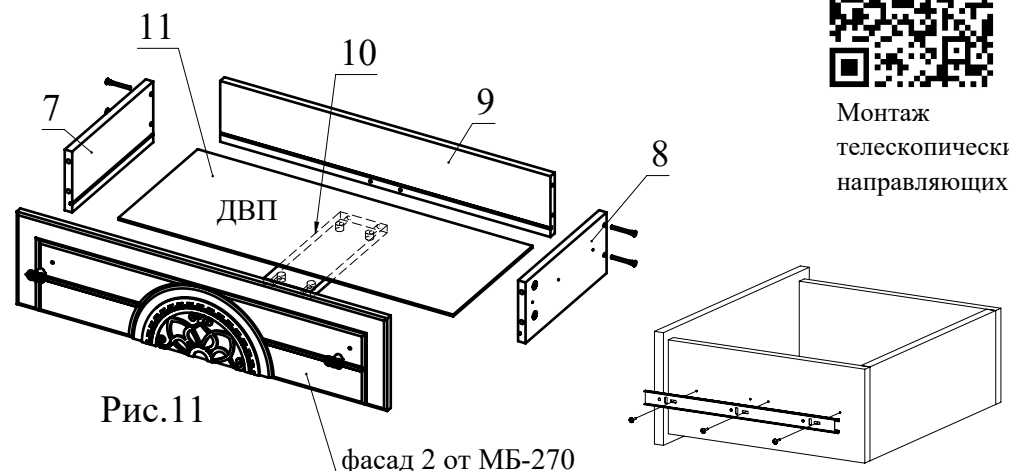
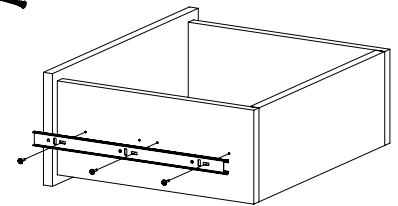

Рис.11
Рис.12
10. Соберите ящик. Для этого соедините детали 7 и 8 с деталью 9 при помощи конфирматов. Установите и зафиксируйте деталь 10 на детали 9, затянув головки минификсов (Рис. 11). Вставьте дно ящика 11 из ДВП в пазы деталей 7, 8, 9. Соедините фасад ящика с полученной конструкцией и затяните головки минификсов (Рис. 11). Закрепите внутренние планки направляющих на деталях 7 и 8 шурупами 3,5х16 (Рис. 12). При необходимости регулировки ящика выкрутите шурупы из круглых отверстий и переверните в овальные (продольные и вертикальные регулировочные отверстия). Не затягивая до конца шурупы, сместите ответную планку вверх-вниз. Затяните шурупы до конца.